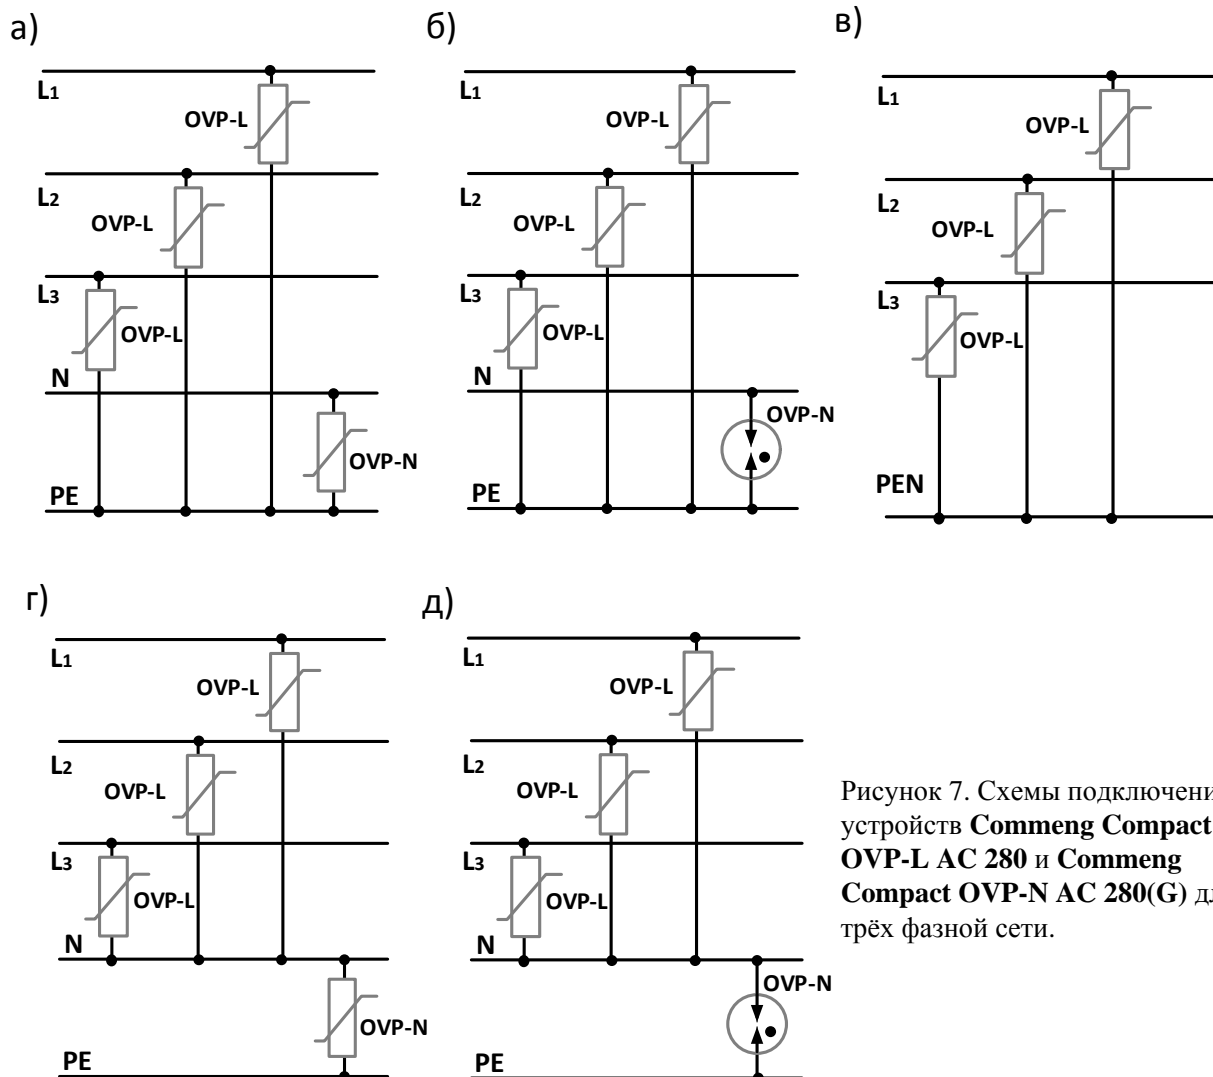

Рисунок 7. Схемы подключения устройств Commeng Compact OVP-L AC 280 и Commeng Compact OVP-N AC 280(G) для трёх фазной сети.
- схема для систем TN-C или TN-C-S (до разделения проводников N и PE), в которой вместо нейтрального (N) и защитного (PE) проводников имеется совмещенный проводник (PEN) (см. рис.бд).
**Варианты построения схем для трёх фазной цепи (см.рис.7):**
- при разделенных проводниках N, PE (см. рис. 7а,7б);
- при совмещенном проводнике PEN. (см. рис. 7в);
- при разделенных проводниках, защита от помех в цепи фаза-нейтраль (см. рис.7г,7д)